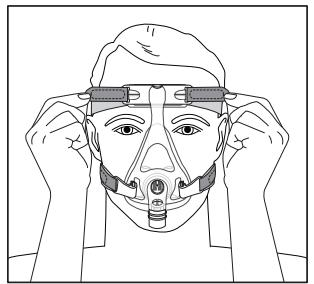

Abbildung 4
3. **Maskenhalterung** - Die Laschen zur gleichmäßigen Justierung der oberen und unteren Bänder zurückziehen (Abbildung 4).